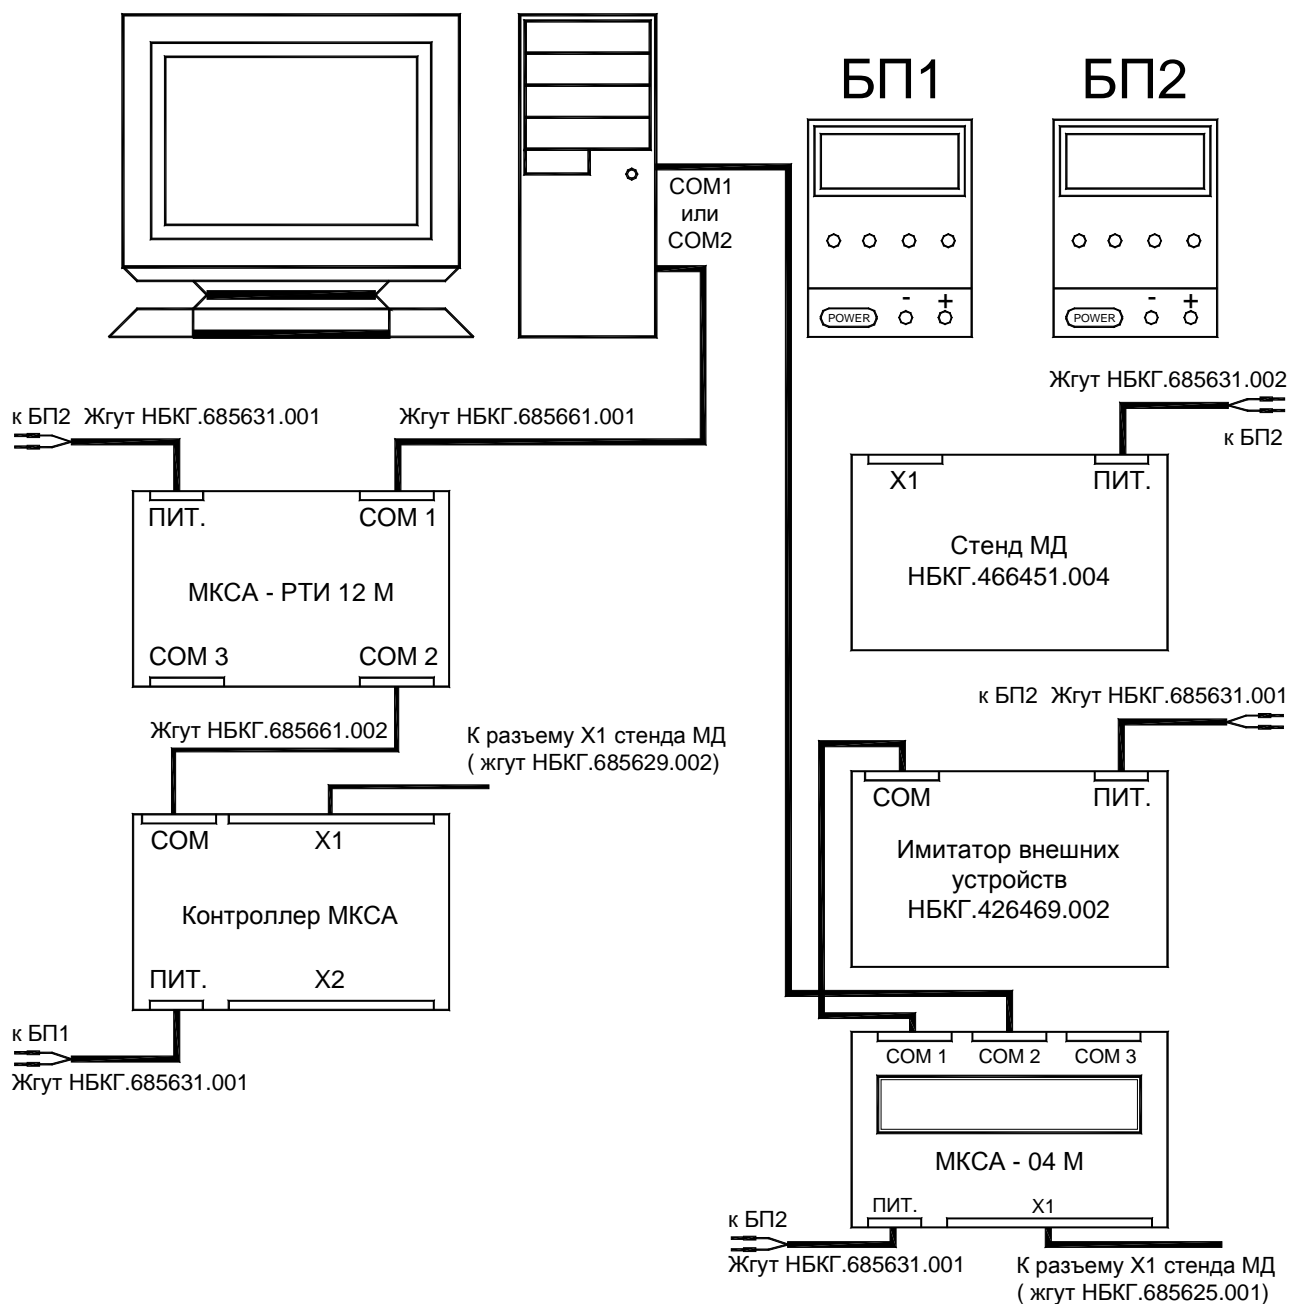

Рис.3.1 Схема проверки контроллера МКСА
3.3.2.1 Для выполнения проверок электрических параметров контроллера МКСА необходимо собрать схему проверки, приведенную на рис.3.1. Включить питание блоков питания БП1, БП2 и ПЭВМ. Установить на выходах источников питания БП1, БП2 напряжение 24 В. Выдержать контроллер во включенном состоянии не менее 15 минут. Включить ПЭВМ в соответствии с их эксплуатационной документацией.